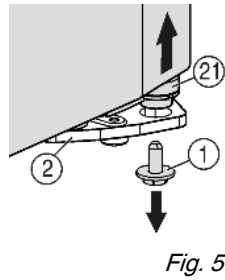

Fig. 5
- ▶ Unten rechts am Lagerbock die Sicherungsschraube Fig. 5 (1) herausdrehen.
- ▷ Der Lagerbolzen Fig. 5 (21) löst sich aus dem Lagerbock Fig. 5 (2).
- ▶ Falls sich der Lagerbolzen Fig. 5 (21) nicht löst, den Bolzen von unten herausdrücken.
- ▶ Sicherungsschraube Fig. 5 (1) unten in den Lagerbolzen eindrehen und festziehen (**mit 4 Nm**).